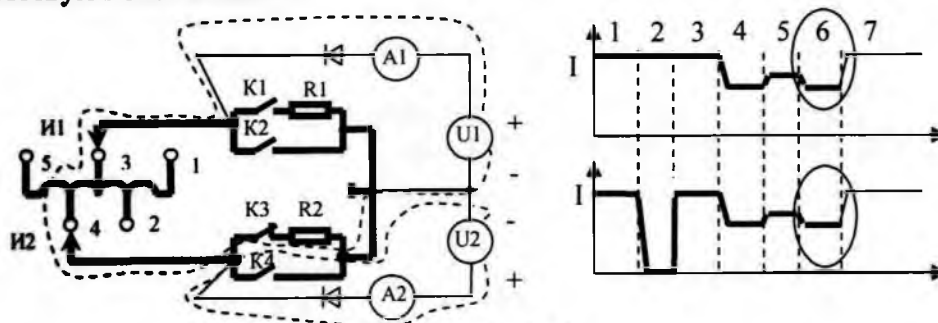

Рис. 11.35
6. Размыкается контакт К1. Это приводит к увеличению общего сопротивления цепи и, соответственно, к уменьшению токов, измеряемых амперметрами А1 и А2 (рис.11.35.). Графики тока соответствуют состоянию 6.